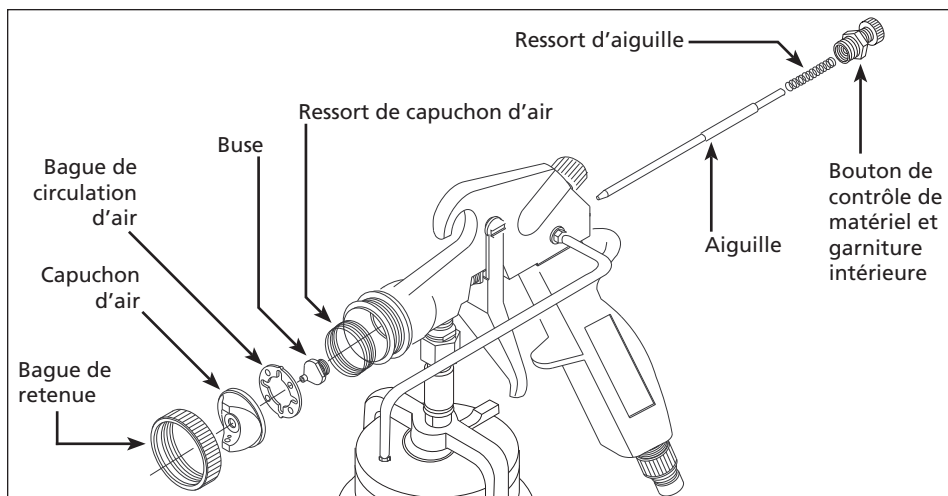

Figure 2 - Montage d'aiguille/buse
1. Enlever la bague de retenue, capuchon d'air, bague de circulation d'air, ressort de capuchon d'air, buse, bouton de contrôle de matériel, ressort d'aiguille et montage d'aiguille (Fig. 2).
Le raccord rapide femelle a un manchon extérieur chargé d'un ressort et doit être tiré vers l'arrière pour être fixé et enlevé du pistolet (Fig. 2).